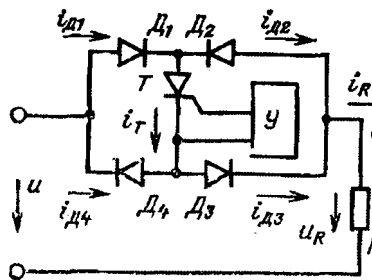

Рис. 4. Однофазный мостовой прерыватель переменного тока
7. Определите средние и действующие значения токов диодов и тиристора прерывателя со схемой соединений, показанной на рис. 4. Угол управления тиристора $\alpha = 30^\circ$, $U = 110 \text{ В}$, $R = 5 \text{ Ом}$.